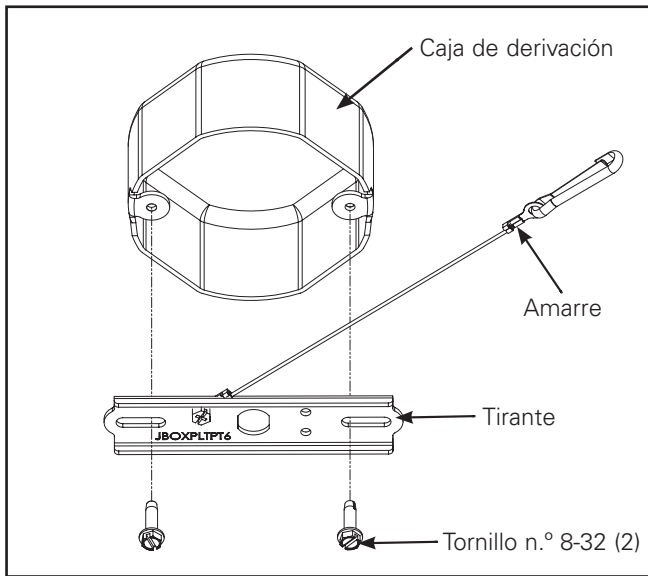
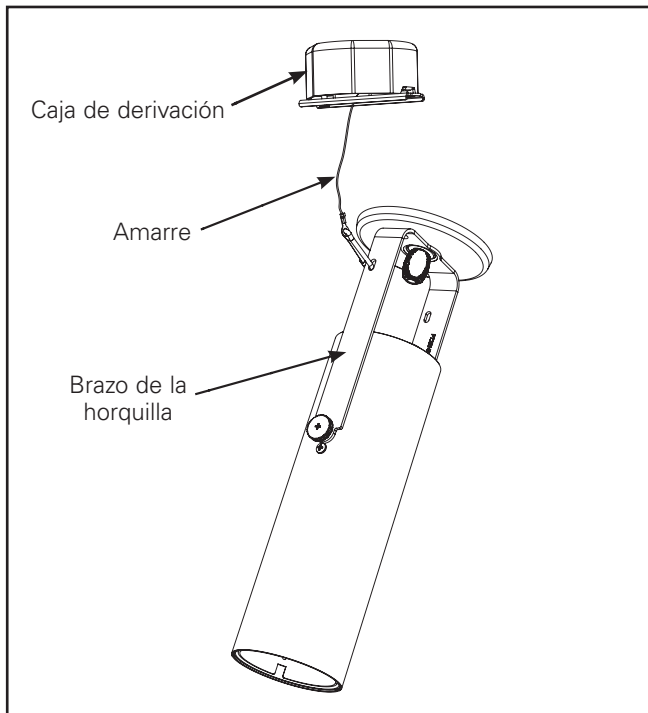

Figura 1
Figura 2
1. Conecte el tirante de montaje a la caja de derivación (de otras marcas) con dos (2) tornillos n.º 8-32. (Figura 1) Se suministra una correa para colgar el cilindro del tirante durante las conexiones de cables. (Figura 1) La correa se ancla al brazo de la horquilla con un gancho de muelle en una de las dos ubicaciones que se muestran en la Figura 2.